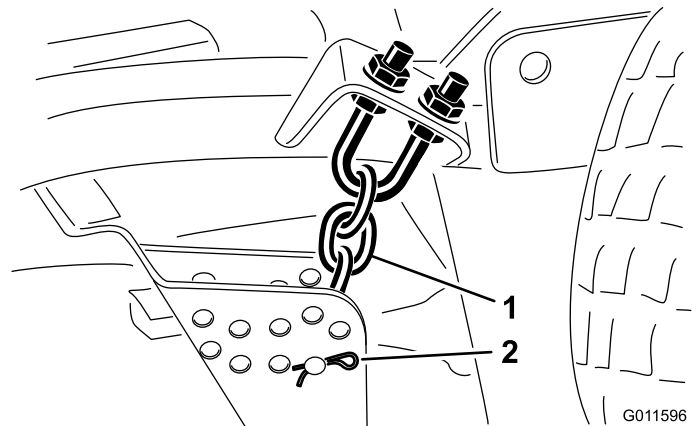

Figura 18
- Retire el pasador de horquilla y el pasador que fijan las cadenas de ajuste de la altura de corte a la parte trasera de la unidad de corte (Figura 18).